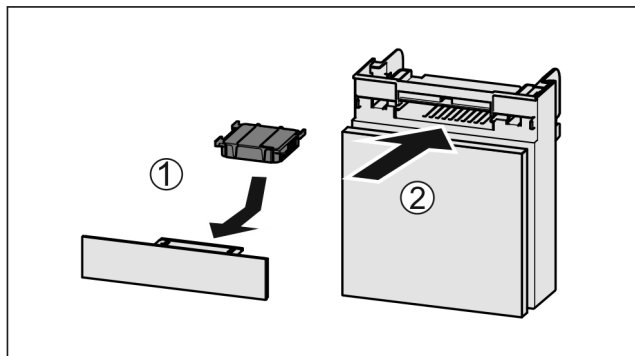

Fig. 98
- Aktivkohlefilter nach Abbildung einsetzen Fig. 98 (1).
- Fach einschieben Fig. 98 (2).